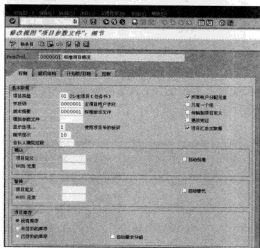

图 9-29 “修改视图‘项目参数文件’：细节”界面
STEP 1 在命令栏输入 SPRO 命令, 通过菜单选择“项目系统→结构→实施结构→工作分解结构 (WBS)→创建项目参数文件”选项 (或者直接在命令栏中输入“OPSA”命令), 弹出“修改视图‘项目参数文件’: 细节”界面, 如图 9-29 所示。在此界面中, 可以对项目参数文件中的相关字段进行创建及修改设置。选择“控制”页, 从中可以设置项目“基本数据”、“项目库存”、“项目状态”等信息。